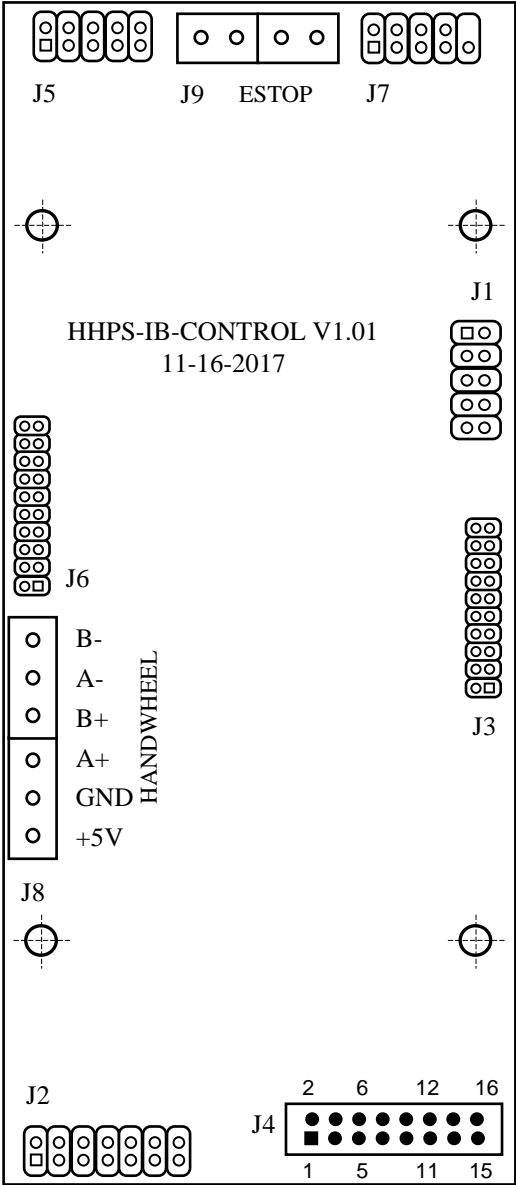

Рисунок 6.4 – Расположение элементов платы управления HHPS-IB-CONTROL
- A** - плата управления **HHPS-IB-CONTROL** (рис. 6.4):